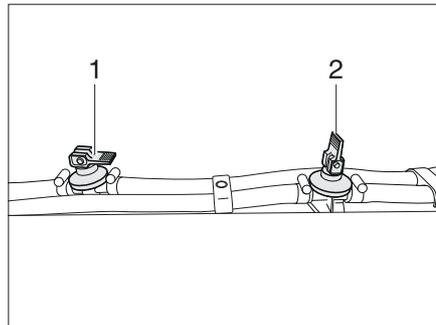

Bild 260 Ablasshahn
- Alle Ablasshähne schließen. Dazu den Kipphebel (im Bild 260,1) waagrecht stellen.